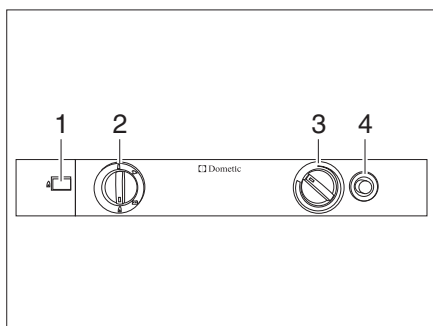

Fig. 139 Elementos de mando para el frigorífico (Dometic de la serie 8)
- Situar el selector de energía (Fig. 139,2) en "▲".
- Presionar el regulador giratorio (Fig. 139,3), girarlo al nivel máximo y mantenerlo presionado. Esperar hasta que salga gas hacia el quemador.
- Presionar el botón de encendido de gas (Fig. 139,4) y mantenerlo pulsado. El encendido es automático.
- Mantener pulsado el botón de encendido de gas (Fig. 139,4) hasta que el indicador de llama (Fig. 139,1) esté verde y soltarlo entonces.
- Mantener el regulador giratorio (Fig. 139,3) todavía pulsado 10 a 15 segundos y soltarlo entonces.
- Situar el selector de energía (Fig. 139,2) en "■".
- Ajustar la temperatura de refrigeración con el regulador giratorio (Fig. 139,3).